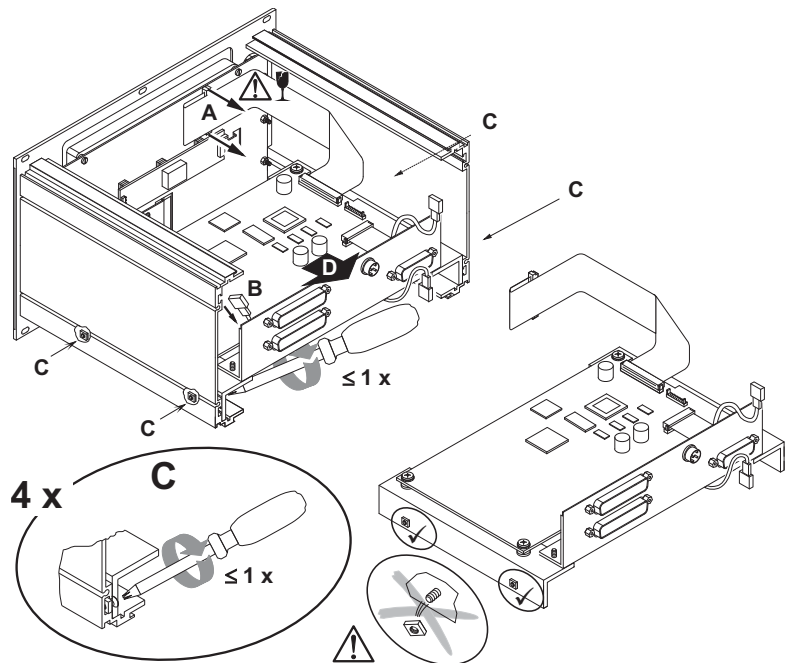

Bild 4-4: Ausbau der Hauptplatine
6. Lösen Sie vorsichtig an der Display-Platine den Steckverbinder des Flachbandkabels (A). Ziehen Sie vorsichtig das Erdungskabel vom Kontaktschuh auf der linken Seitenwand ab (B). Gehen Sie dabei äußerst behutsam vor, um die Steckverbindung und das Kabel nicht zu beschädigen! Lösen Sie mit **maximal EINER** Umdrehung (C) von unten im Winkelprofil die Befestigungsschrauben der Hauptplatine. **Die Schrauben dürfen nur gelöst, aber keinesfalls herausgedreht werden!** Ziehen Sie vorsichtig die Hauptplatine aus den Führungen heraus (D). **Achten Sie darauf, dass die Vierkant-Muttern auf den Befestigungsschrauben verbleiben!** (Bild 4-4 auf der nächsten Seite)